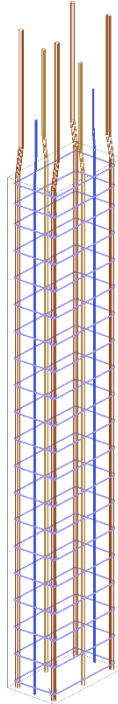

Рис. 27.37. Арматура колон в кольорі згідно діаметру
- Щоб відобразити арматуру в кольорі згідно діаметру (рис. 27.37) натисніть кнопку  – **Колір по Ø** (панель **Налаштування** на вкладці **Армування**).